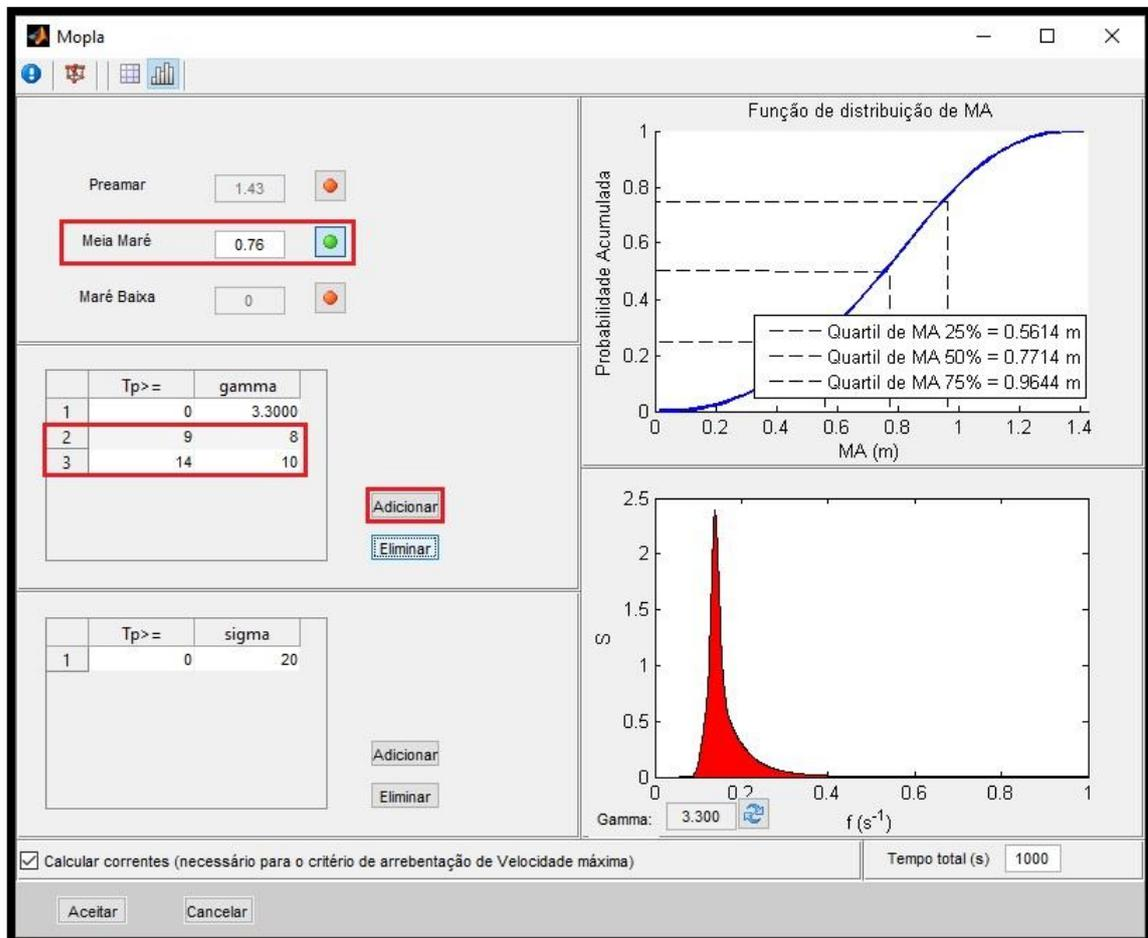

Figura 38 – Janela Espectro apresentando a informação dos níveis de maré a se propagar e parâmetro gamma (γ).
- **Janela Espectro** () (Figura 38): Nessa janela está a informação da amplitude da maré. Predeterminadamente o programa propõe propagar, para cada caso, os três níveis. Aqui, para simplificar as execuções, deve-se executar somente um nível (o nível médio). Além disso, esta janela permite atribuir intervalos de valores para o parâmetro γ (parâmetro que define a forma
do espectro frequencial, $T_p > 9s$ = marulho (*swell*), $T < 9s$ = vaga (*sea*). Incluir os valores mostrados na Figura 38.